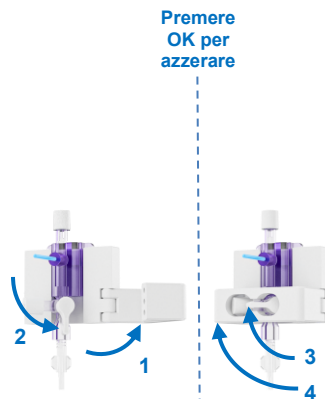

Figura 25 Azzeramento del trasduttore di pressione
- Aprire il morsetto del supporto del trasduttore di pressione per accedere al rubinetto del trasduttore di pressione (Figura 25, passaggio 1). Come da istruzioni sul display (vedere di seguito), ruotare il rubinetto del trasduttore di pressione verso il basso per aprire il trasduttore e misurare la pressione atmosferica (passaggio 2).
- Nel menù dell'unità pompa, premere il pulsante OK per azzerare il trasduttore alla pressione atmosferica. L'azzeramento della pressione richiede 8 secondi (vedere la Figura 25).
- Ruotare nuovamente il rubinetto del trasduttore di pressione in posizione orizzontale (vedere la Figura 25, passaggio 3) e chiudere il morsetto del supporto del trasduttore di pressione per impedire al rubinetto di aprirsi accidentalmente (passaggio 4). Premere OK sull'unità della pompa per continuare.
- Se il sistema Liver Assist non riesce a determinare se il sensore di pressione sia stato collegato correttamente al circuito di perfusione, verificare che il rubinetto del trasduttore di pressione sia in posizione orizzontale (vedere la Figura 25, passaggio 3). Premere OK se il rubinetto del trasduttore di pressione è in posizione orizzontale.